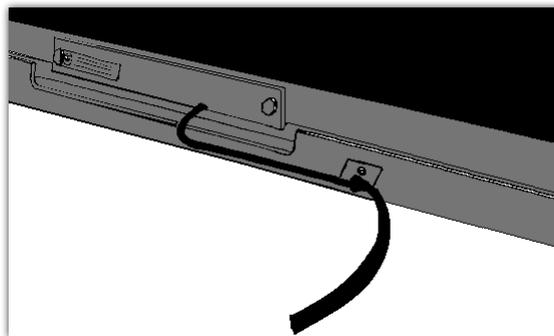

Figura 8
- 12) Fixe o suporte do cabo de ligação no seu local apropriado, conforme ilustra a figura 8. O parafuso de fixação seguiu aparafusado no chassi. Utilize para isto, chave de fenda.